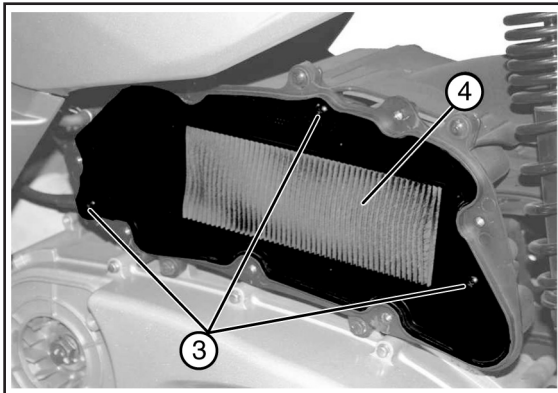

Fig. 02
- Svitare le tre viti «3 - Fig. 02».
- Rimuovere l'elemento filtrante «4 - Fig. 02».